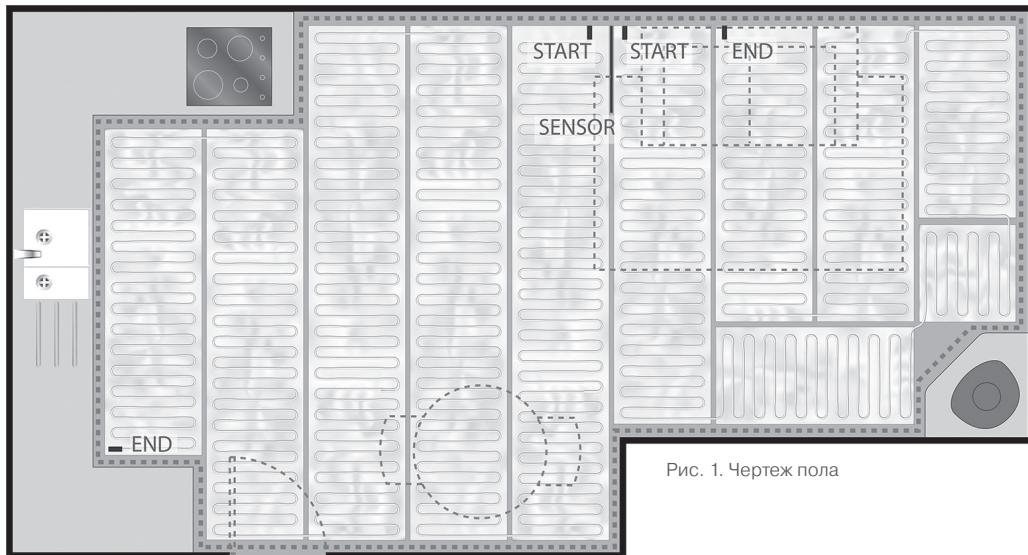

Рис. 1. Чертеж пола
При планировании схемы подогрева полов (рис. 1) необходимо соблюдать указания, которые позволяют правильно выполнить монтаж. Ниже приведены указания, которые необходимо соблюдать при планировании монтажа, а также чертеж помещения (см. рис. 1 — обогреваемая площадь обозначена пунктирной линией).
Можно объединить несколько нагревательных матов, чтобы обеспечить хорошее покрытие в помещении, но все они должны иметь одинаковую выходную мощность на квадратный метр. Рекомендуется устанавливать как можно меньше матов. Необходимо определить точку подключения терmostата и расположение напольного датчика, а затем указать их на чертеже (см. пример на рис. 1).
1. Составьте чертеж помещения при планировании монтажа (рис. 1). Это необходимо для правильного монтажа нагревательного матта и документирования монтажа.